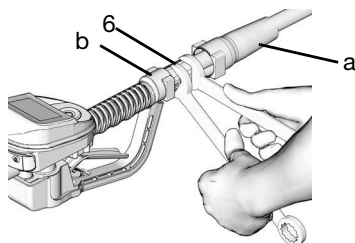

FIG. 9
2. Far scorrere la copertura del raccordo girevole (a) indietro, sopra il flessibile, inserendo per prima l'estremità più piccola per accedere al raccordo girevole (6) (FIG. 9).
3. Applicare sigillante per filettature alle filettature maschio del raccordo del flessibile. Inserire il raccordo del flessibile (B) nel raccordo girevole della valvola di erogazione con misuratore (6). Utilizzare due chiavi inglesi per serrare saldamente (FIG. 9).